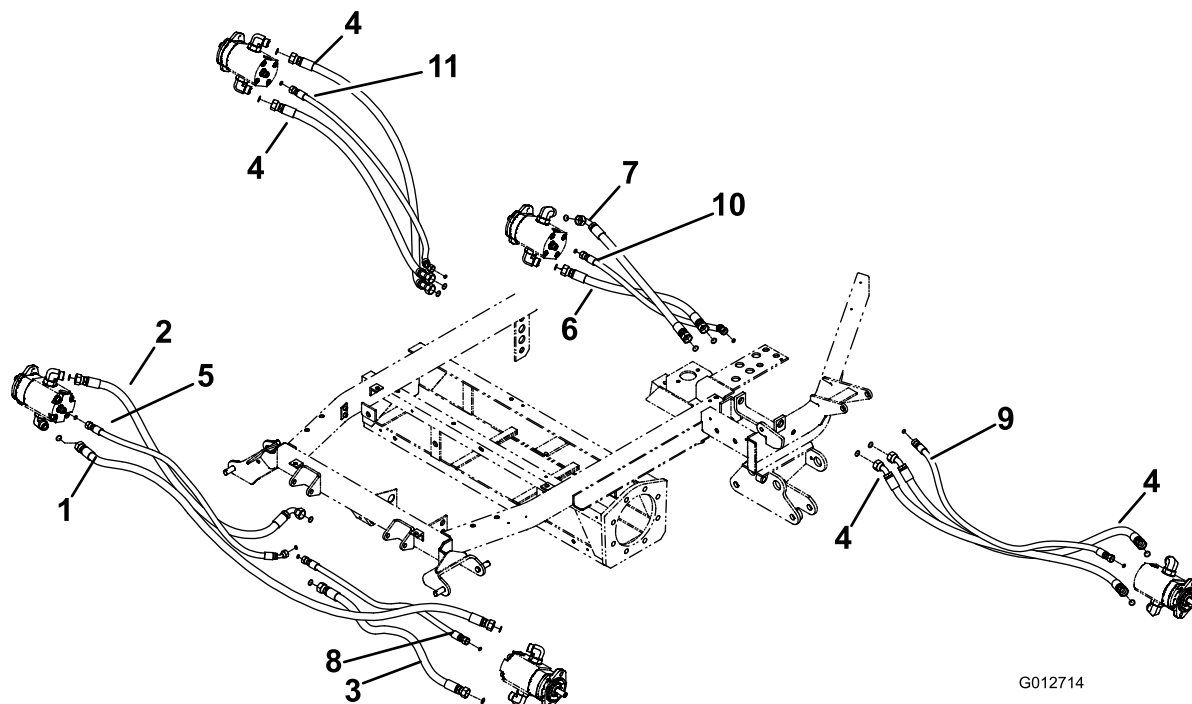

Figura 1
1. Individuate e rimuovete i flessibili da sostituire come illustrato in Figura 1.
2. Sostituite i flessibili e gli O-ring vecchi con flessibili e O-ring nuovi e idonei. Il numero di catalogo di ogni flessibile nuovo è riportato in Figura 1.